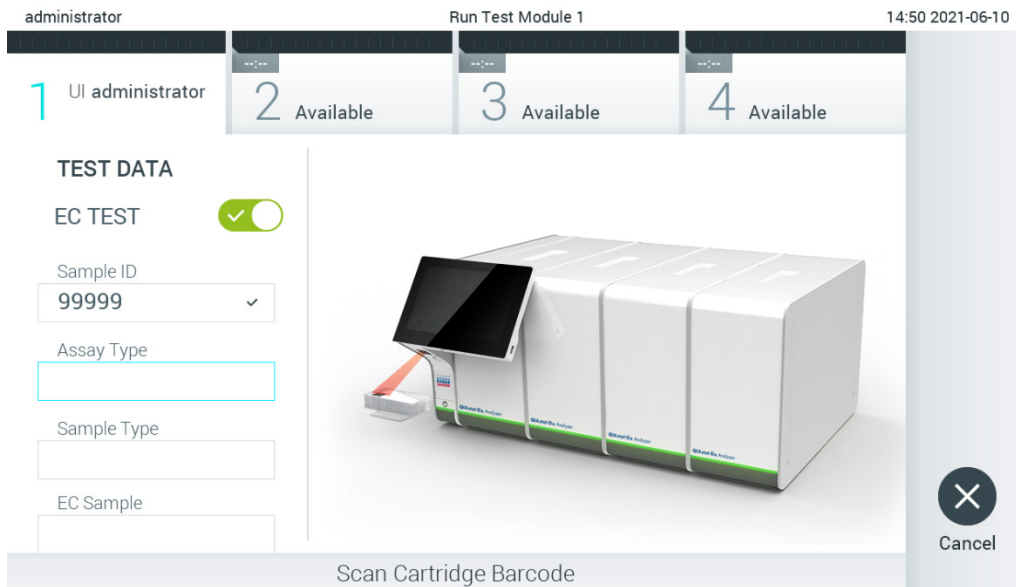

図 89. QIAstat-Dx アッセイカートリッジバーコードをスキャン。
- 指示されたら、使用する QIAstat-Dx アッセイカートリッジのバーコードをスキャンします。QIAstat-Dx Analyzer 1.0 が、QIAstat-Dx アッセイカートリッジのバーコードに基づいて、実行するアッセイを自動認識します (図 89、次のページ)。